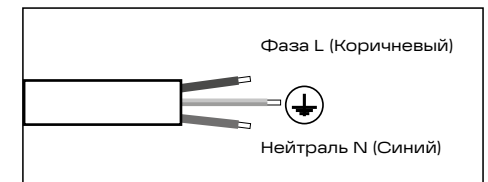

Рис. 6
- 5.5.5 Выполните электрическое подключение осветительного прибора согласно рис. 6.
- 5.6.5 Выполните электрическое подключение осветительного прибора согласно рис. 6.